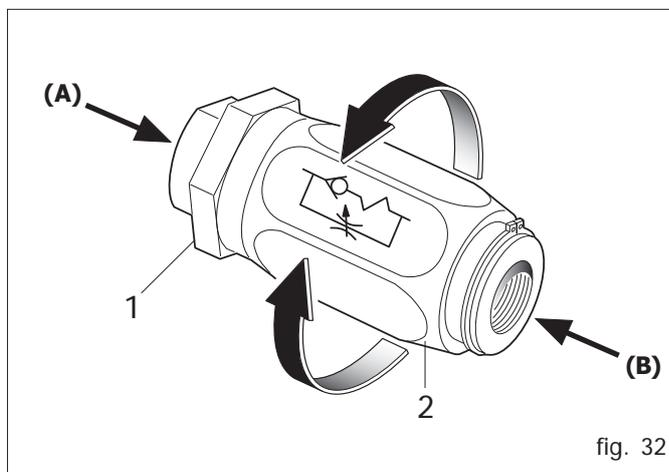

fig. 32
Las instalaciones hidráulicas suministradas están equipadas con reguladores de flujo unidireccionales (Fig. 32), que permiten regular la cantidad de aceite durante la apertura o cierre, según la dirección de montaje de los mismos: flujo desde A hacia B libre; flujo desde B hacia A estrangulado (regulado). Afloje la rosca de bloqueo (1) y gire el botón (2) para la regulación. Concluida la regulación, apriete de nuevo la rosca de bloqueo.